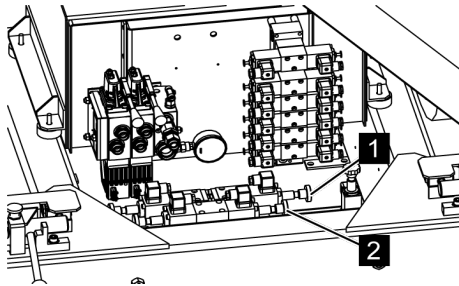

Fig. 127: Vannes
8. ➔ Après le mode de secours, déverrouiller la vanne à deux voies (Voir la Fig. 127/2).
- S'assurer que pour le mode normal, la vanne à deux voies (Voir la Fig. 127/2) est entièrement déverrouillée.